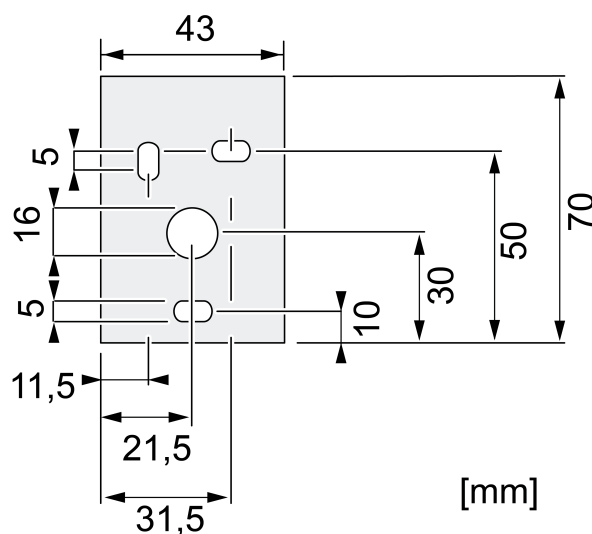

Figura 8: Brazo de fijación - Medidas para agujeros de perforación
- Montaje en la pared: Sujetar en la pared el brazo de fijación con los tornillos adecuados a través de los agujeros de perforación (figura 8).
- Sujetar el conector de 7 polos en la conexión (7). Apretar el anillo roscado con un máx. de 0,5 Nm.